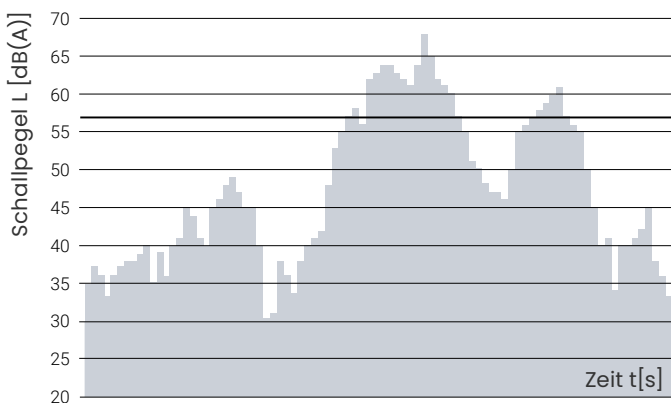

Abb. 2: Beispiel Pegel-Zeit-Diagramm und Leq
Die meisten Lärmquellen sind in Funktion der Zeit unterschiedlich laut. Im Beispiel der Abb. 2 ist der höchste gemessene Pegel 68 dB(A), der tiefste 30 dB(A) und der mathematisch gemittelte Pegel beträgt circa 47 dB(A). Für lärmrechtliche Beurteilungen sind diese Werte nicht massgebend, sondern der energetisch gemittelte Pegel, der sogenannte energieäquivalente Dauerschallpegel Leq in dB(A). Beim Leq werden die Sequenzen mit höherem Pegel deutlich stärker gewichtet, als die Phasen mit den tiefen
Pegeln. Im Beispiel (Abb. 2) beträgt der Leq ca. 57 dB(A). Der Leq lässt sich an einem Messgerät ablesen oder mit einem Modell berechnen.